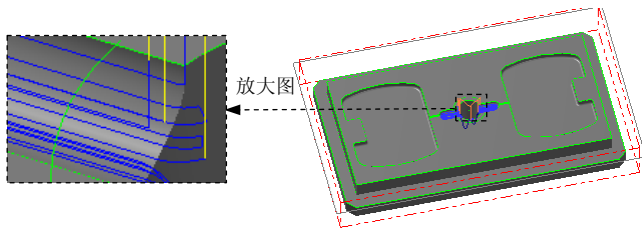

图 20.42 刀具路径
(1) 在“曲面残料粗加工”对话框的**刀具路径参数**选项卡的列表框中显示出 Step4 所选择的刀具，双击该刀具，系统弹出“定义刀具-机床群组-1”对话框。
(2) 设置刀具号码。在“定义刀具-机床群组-1”对话框中的**刀具号码**文本框中，将原有的数值改为 6。
(3) 设置刀具参数。单击“定义刀具-机床群组-1”对话框中的**参数**选项卡，在**进给速率**文本框中输入值 200.0，在**下刀速率**文本框中输入值 100.0，在**提刀速率**文本框中输入值 500.0，在**主轴转速**文本框中输入值 2500.0。
(4) 设置冷却方式。在**参数**选项卡中单击 **Coolant...** 按钮，在系统弹出的“Coolant...”对话框 **Flood**（切削液）下拉列表中选择 **On** 选项。单击  按钮，关闭“Coolant...”对话框。
(5) 单击“定义刀具-机床群组-1”对话框中的  按钮，完成刀具参数的设置。
Step8. 单击“曲面残料粗加工”对话框中的  按钮，同时在图形区生成图 20.42 所示的刀具路径。